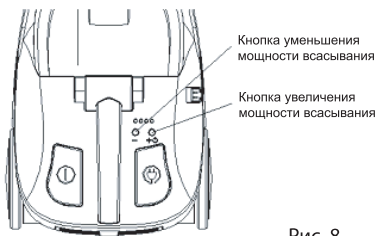

Рис. 8
3. Нажмите кнопку Вкл/Выкл (I), при этом должен загореться зеленый индикатор на корпусе пылесоса. После этого пылесос будет находиться в режиме ожидания.
4. Нажмите кнопку увеличения мощности всасывания (+) на корпусе пылесоса и удерживайте в течение 2 секунд для включения пылесоса в минимальном режиме всасывания (Рис. 8).
корпусе пылесоса (Рис. 8).